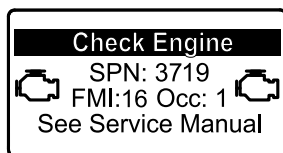

図 28
- ・ 駐車再生が必要になると、インフォセンターにエンジン警告 SPN 3719, FMI 16 図 28 が表示され、エンジン出力が 85% にダウンします。